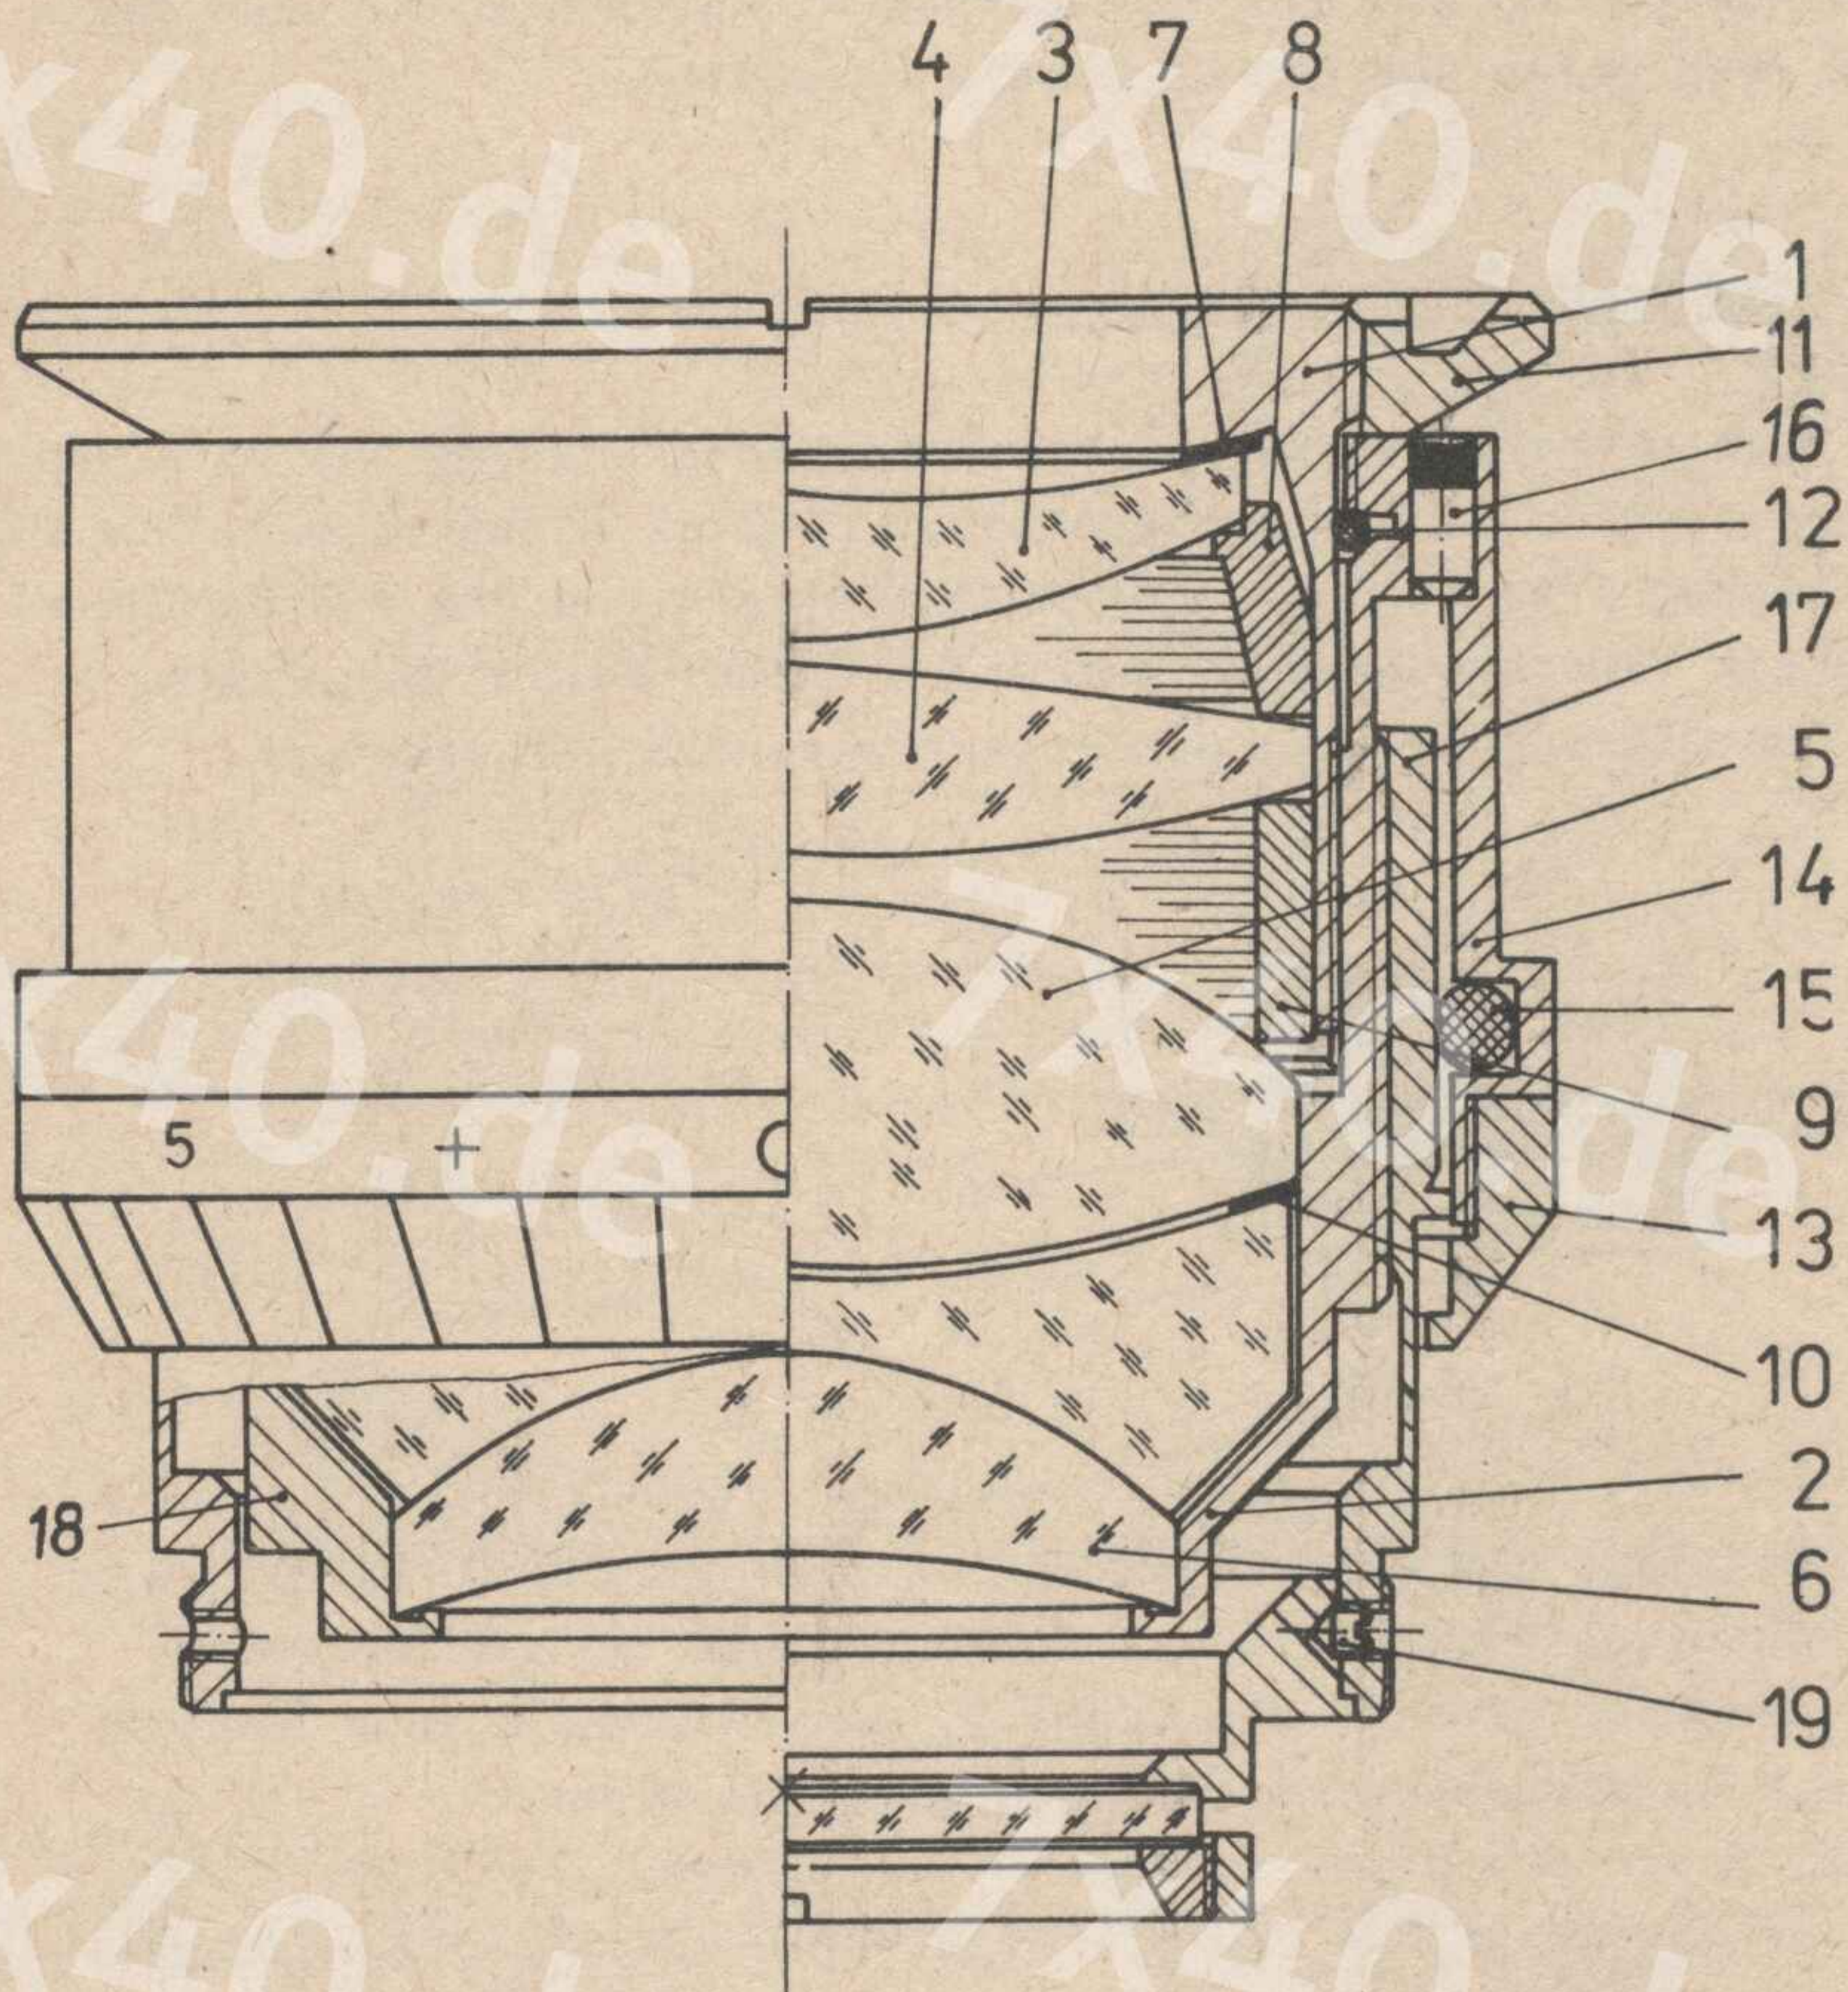
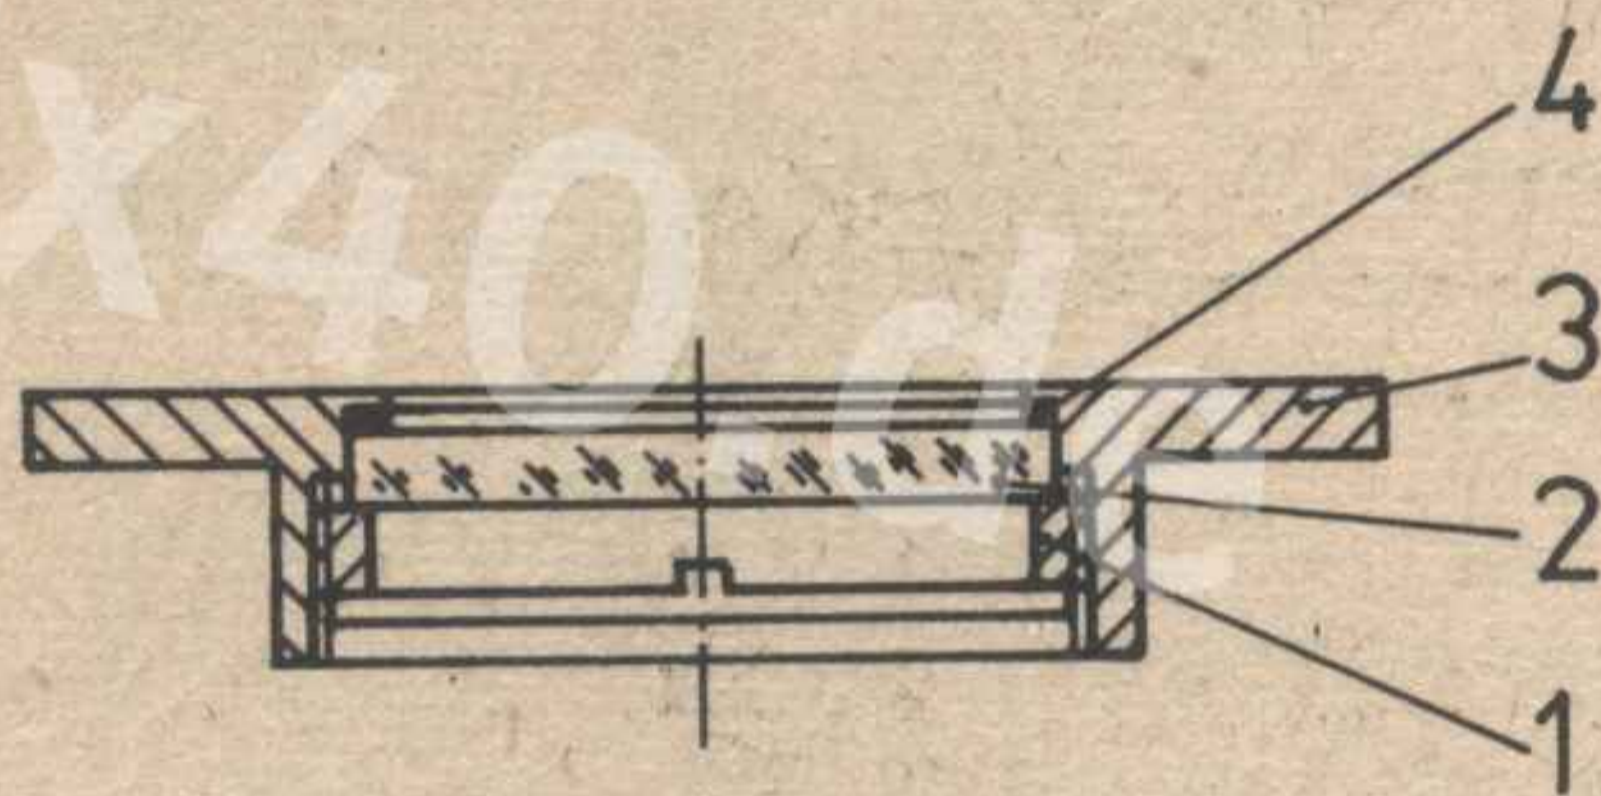
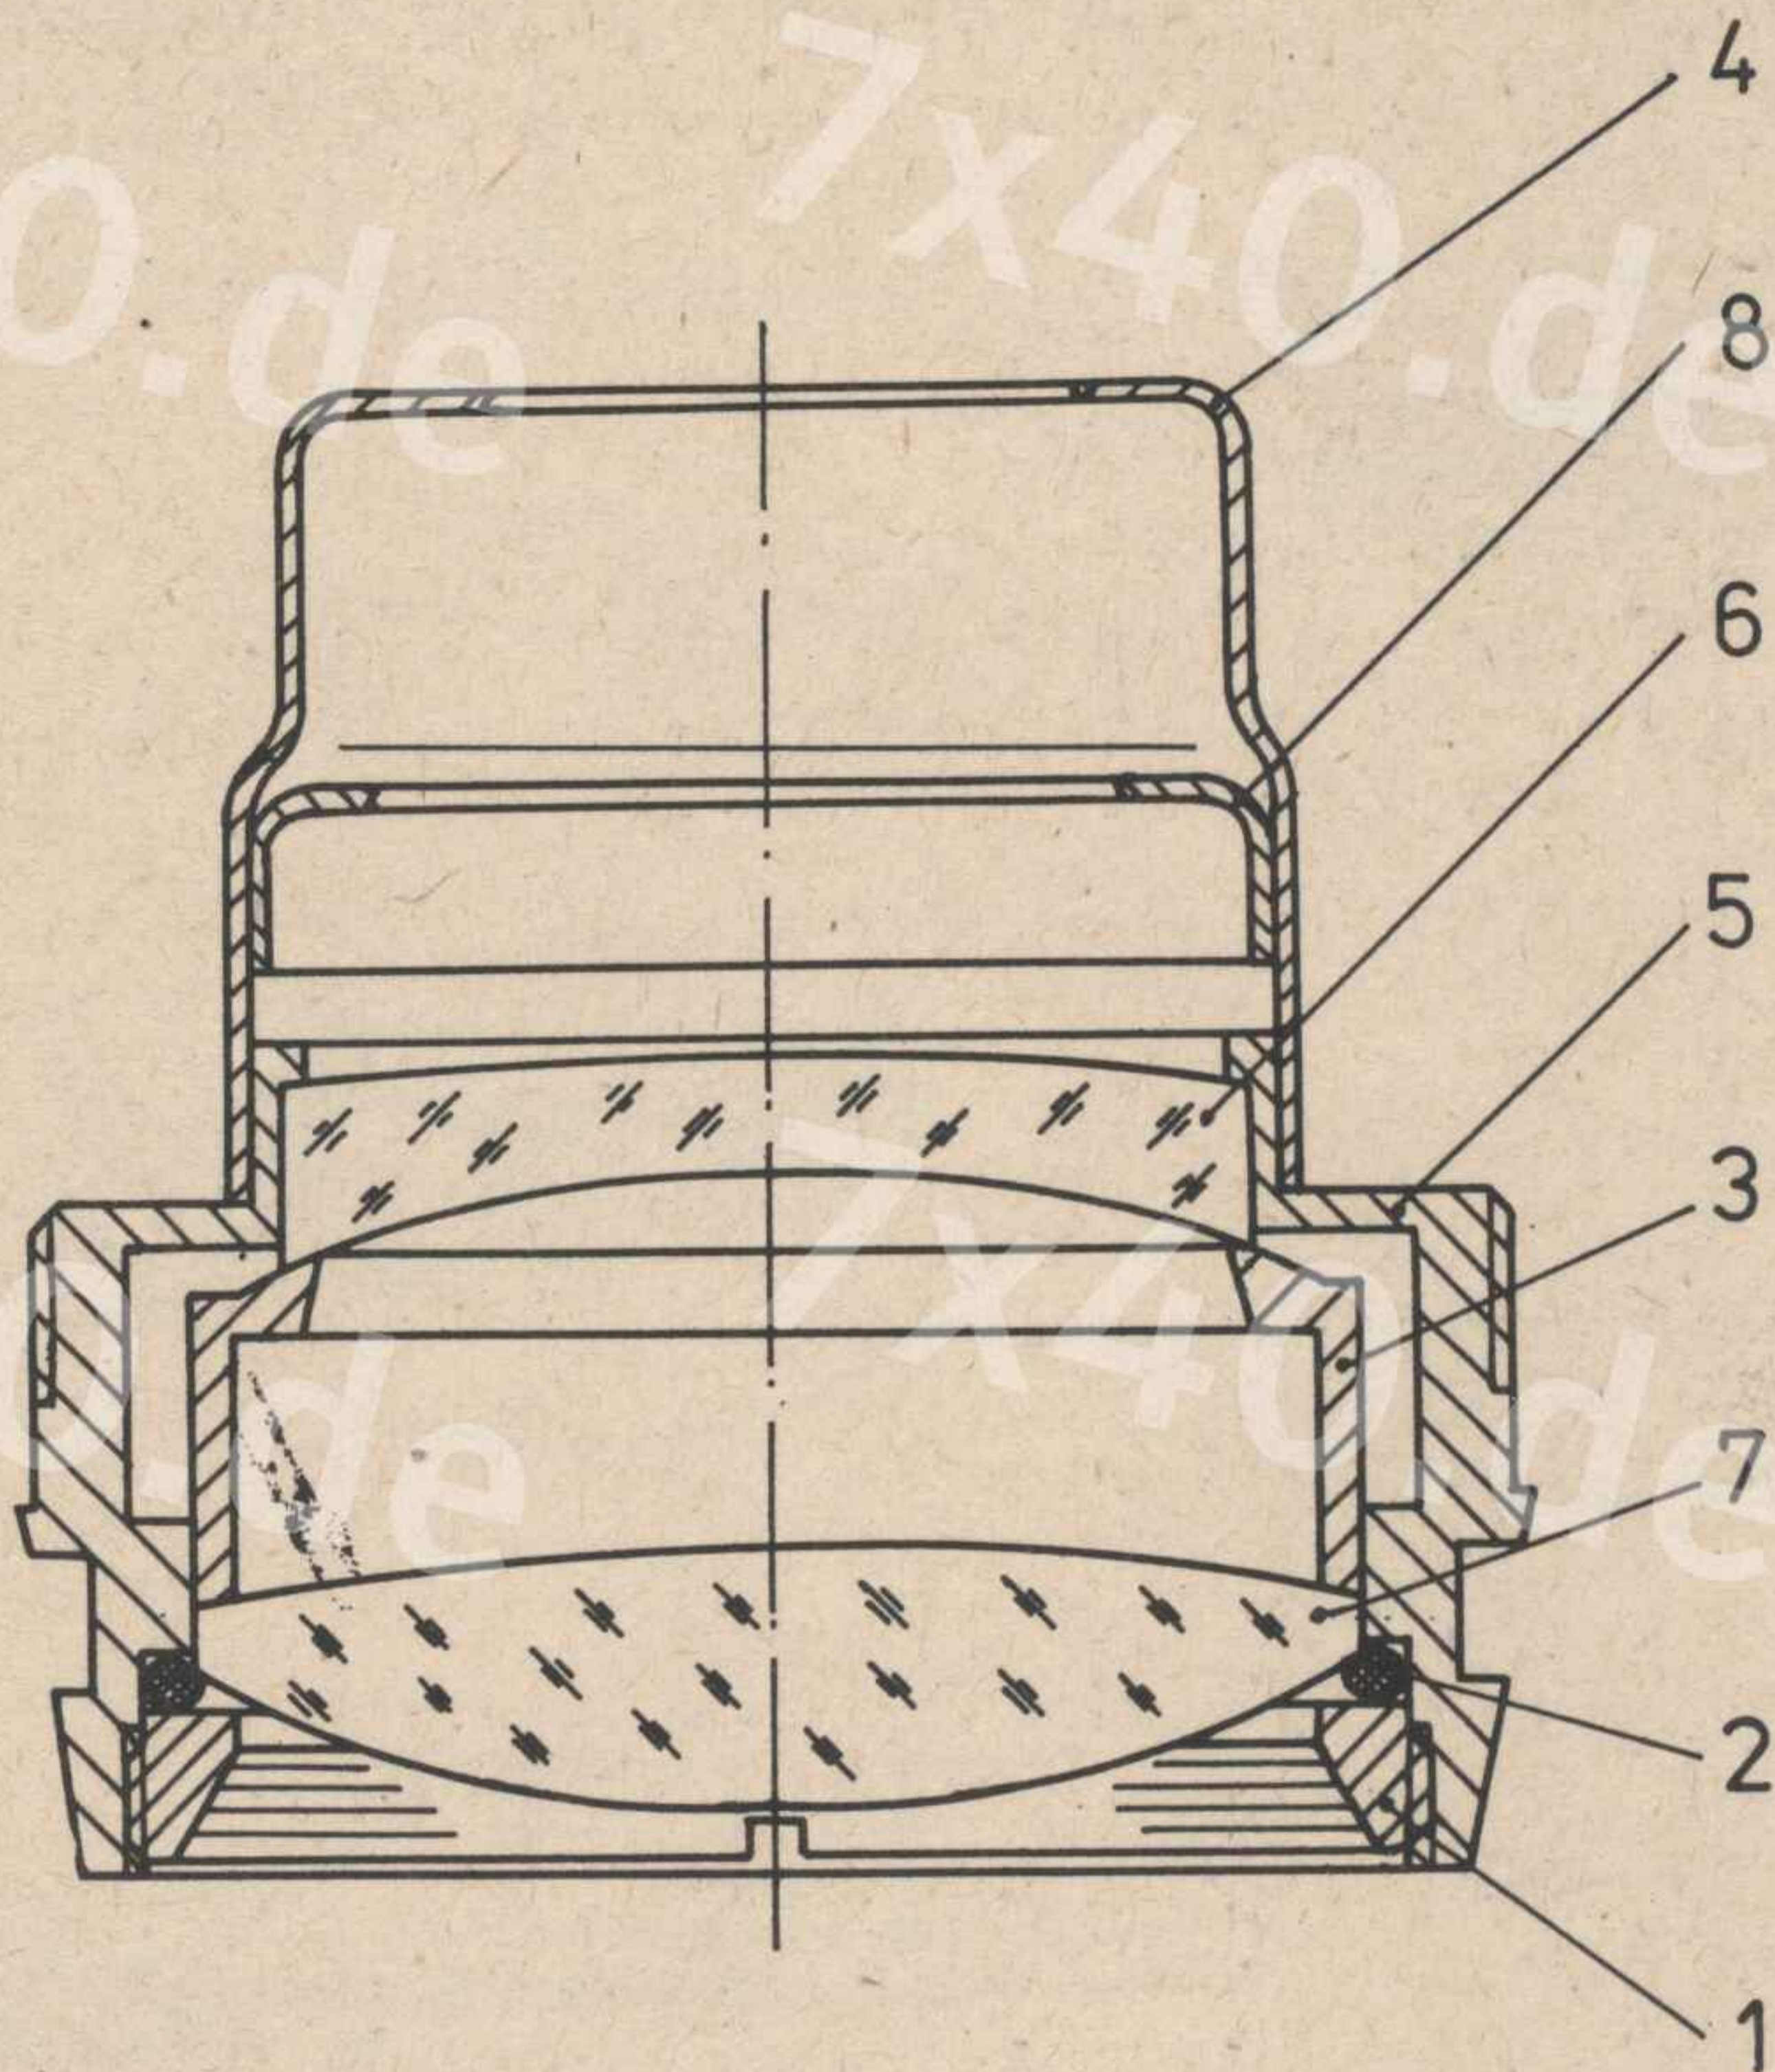
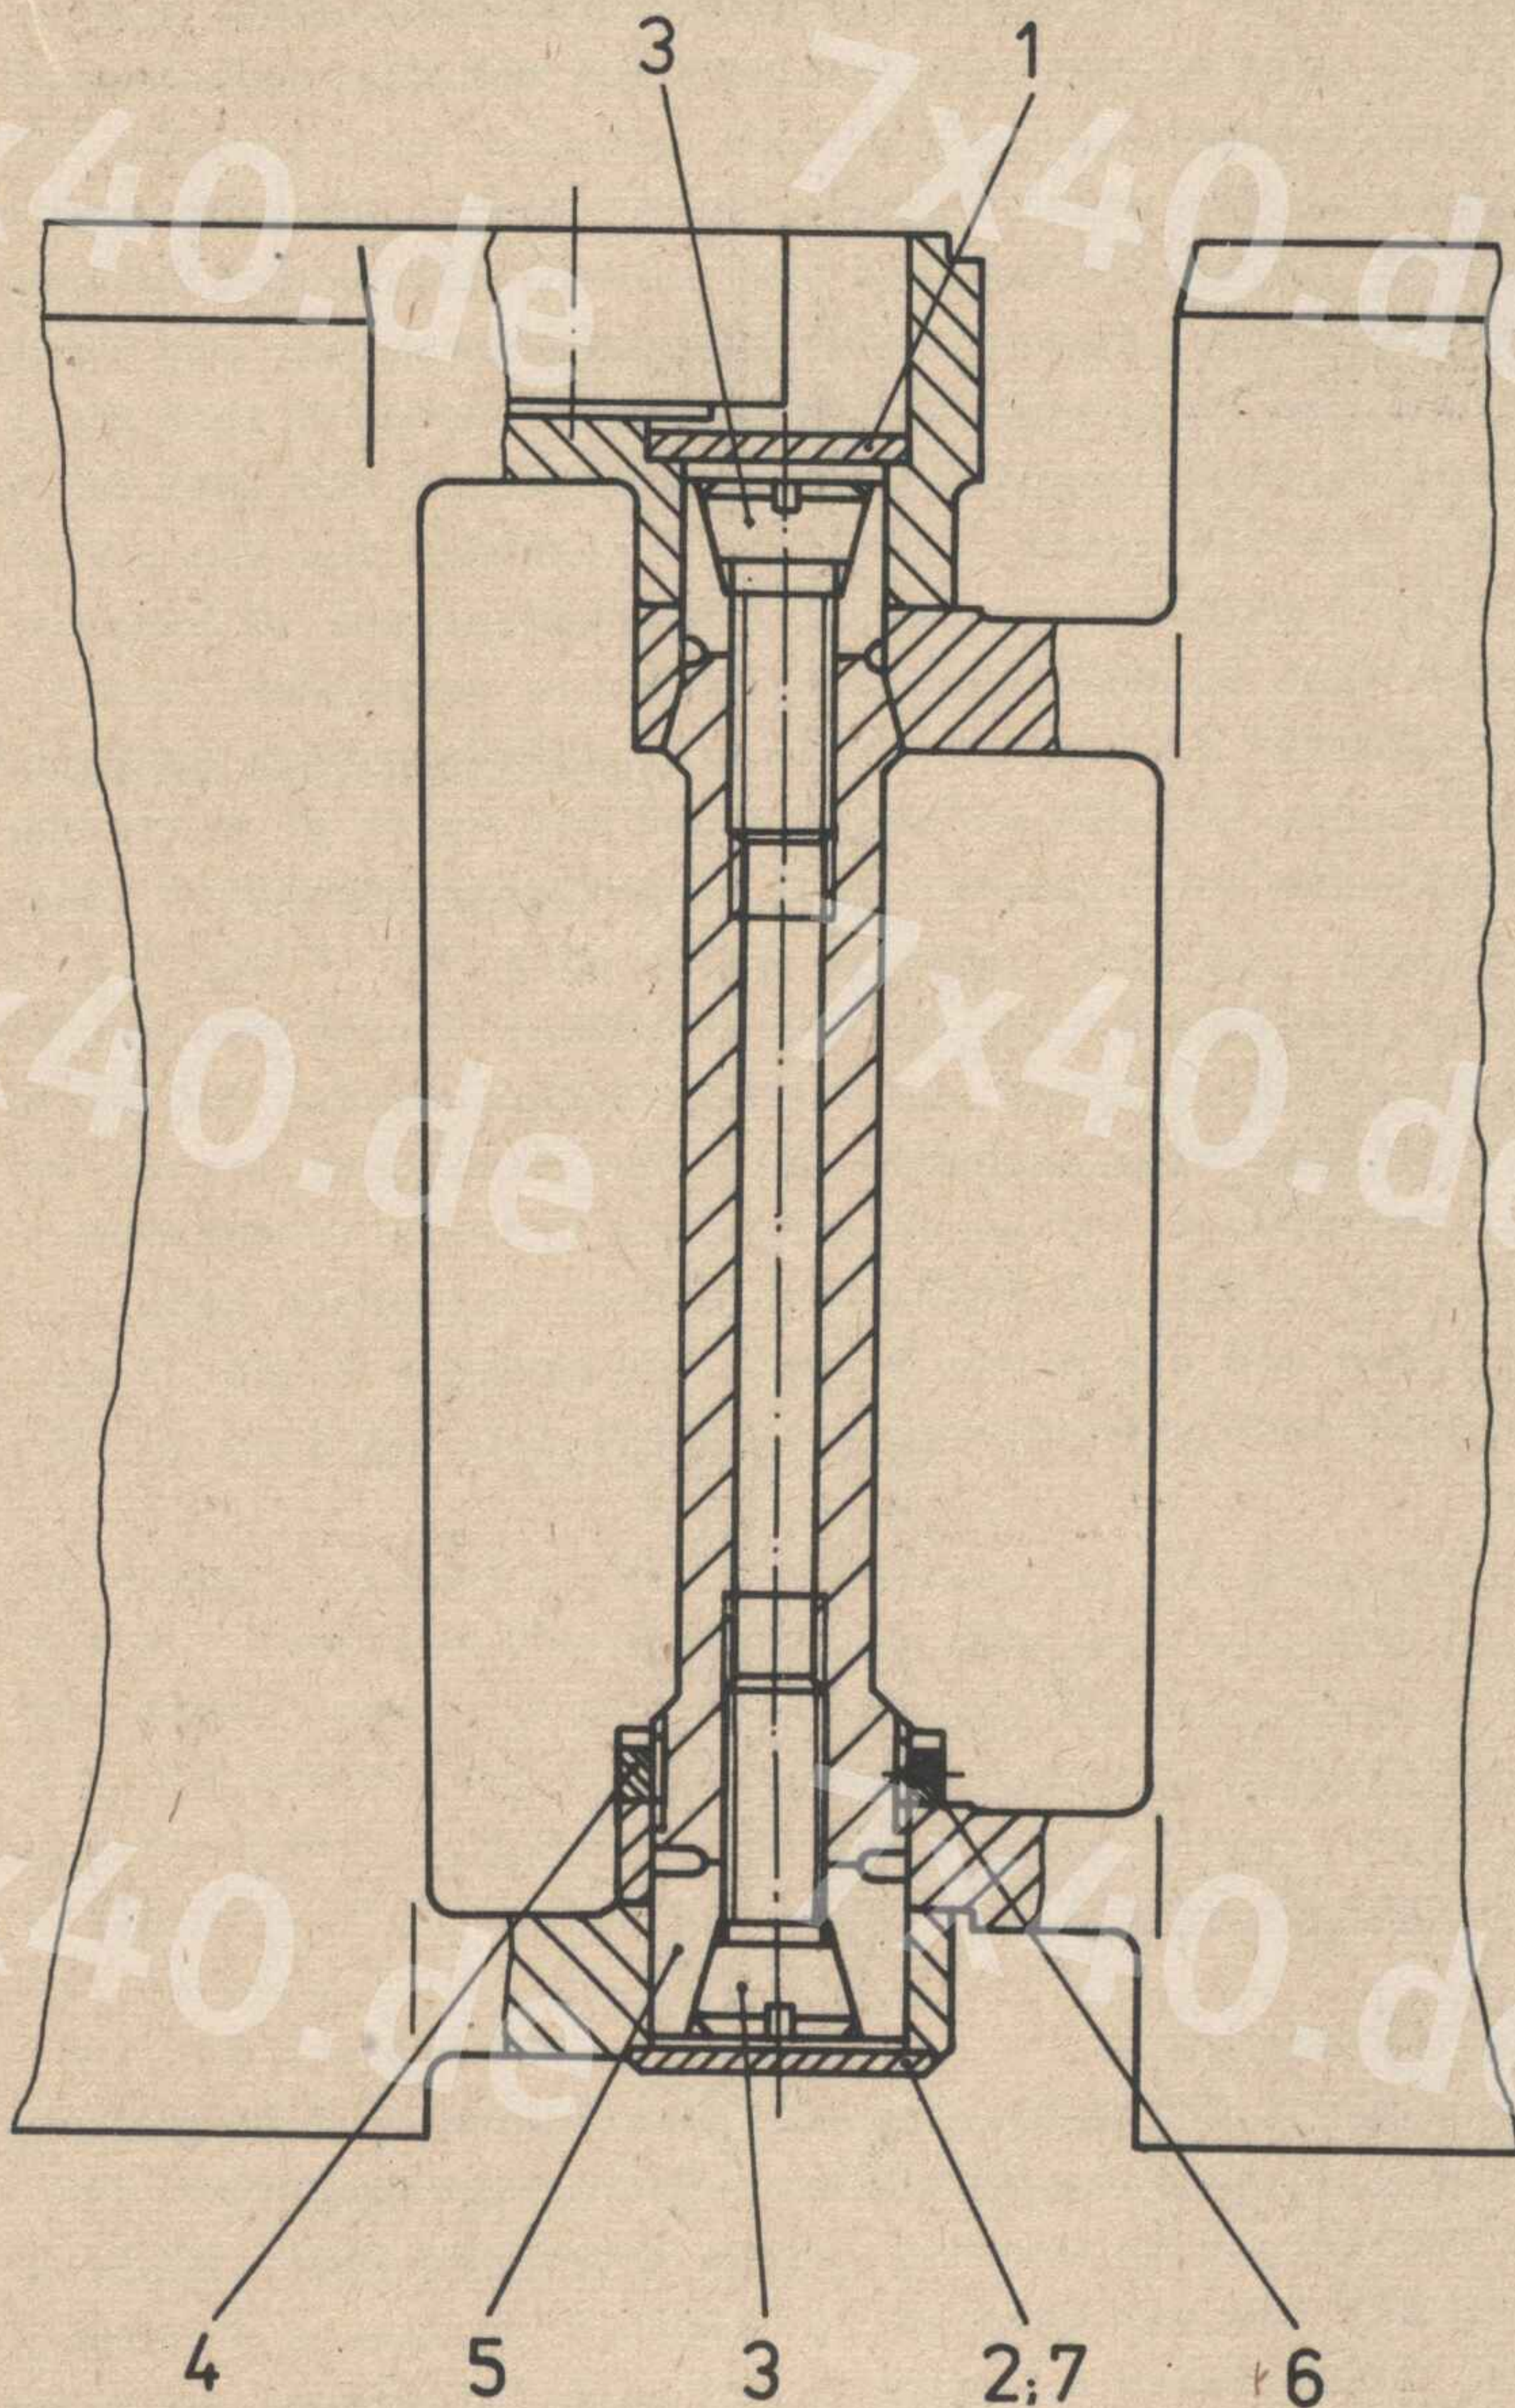

Bild 2 Okular
Bild 3 Filter
Bild 4 Objektiv
Bild 7 Gelenk
Die EDF 7x40 und EDF 7x40 oB sind jeweils auf der Scheibe 2 (Bild 7) oder 7 mit der Fabrikationsnummer und dem Baujahr gekennzeichnet, wobei das Baujahr durch einen Buchstaben angegeben ist: A - 1981, B - 1982, C - 1983, D - 1984, E - 1985, F - 1986, G - 1987, H - 1988, I - 1989, K - 1990, L - 1991, M - 1992, N - 1993, O - 1994, P - 1995, R - 1996, S - 1997, T - 1998, U - 1999. Diese Kennzeichnung ist gleichzeitig die Grundlage für den periodischen Wechsel der Beleuchtung im EDF 7x40 bei Erreichen der Lebensdauergrenze.
Zum Ausbauen der gefaßten Strichplatte 26 zuerst das rechte Okular 12 ausbauen. Danach die drei Gewindestifte 19 (Bild 2) ungefähr 1 mm herausschrauben und die gefaßte Strichplatte 26 (Bild 1) aus dem Okular 12 herausnehmen.
Zum Auseinanderbauen des Filters die Lagesicherung des Vorschraubringes 1 (Bild 3) mit Lösungsmittel Finital einstreichen. Die Filterfassung 3 in die Aufnahme W536 einlegen und mit dem Schlüssel W543 den Vorschraubring 1 herausschrauben. Danach das Filter 2 und den Dichtring 4 aus der Filterfassung 3 herausnehmen.
Zur Demontage des Objektivs den Vorschraubring 1 (Bild 4) mit dem Schlüssel W518 herausschrauben und mit der Füllaufnahme W516 den Dichtring 2, die Linse 7, den Zwischenring 3 und die Linse 6 herausnehmen. Wenn notwendig, das Blendrohr 4 mit der Blende 8 von der Objektivfassung 5 abziehen.
Vor der Demontage des Okulare alle zu lösenden, lagegesicherten Teile an den Fügstellen mit Lösungsmittel Finital einstreichen. Nach einer Einwirkzeit von 10 min den Ring 11 (Bild 2) mit dem Schlüssel W508 abschrauben. Den Dioptrienring 13 mit der Zylinderzange W510 und dem Schlüssel W538 vom Grifferring 14 lösen und abschrauben. Den Grifferring 14 nach oben abziehen und den Rundring 12 abnehmen. Danach das Okular aus dem Tubus 17 herausschrauben. Nach dem Anlösen mit Lösungsmittel Finital die Fassung 1 mit dem Schlüssel W506 aus der Fassung 18 oder der Fassung 2 lösen und herausschrauben. Dabei das Okular in waagerechter Lage halten, um ein Herausfallen der Linsen zu vermeiden. Das Füllrohr W504 von oben in die Fassung 18 oder in die Fassung 2 einsetzen, umdrehen und so bewegen, daß die Linsen 5 und 6 sowie
Zur Demontage des Gelenks das Filter abnehmen. Danach den Deckel 1 (Bild 7) mit einer Bohrung von 2 mm versehen und den Deckel mit Hilfe eines Stahlstiftes ausheben. Die zwei Gewindestifte 6 aus der Vorschraubmutter 4 herausschrauben und die Vorschraubmutter 4 mit dem Schlüssel W527 abschrauben. Die obere Kegelschraube 3 lösen und die Achse 5 sowie die Scheibe 2 oder 7 mit dem Bolzen W537 nach unten herausschlagen.
a) Kegelschrauben 3 (Bild 7), die zur Einstellung der Gängigkeit des Gelenkes vorhanden sind, haben sich gelockert.
Achse 5 (Bild 7) hat sich durch Verschmutzung oder Beschädigung festgefressen oder Gelenkarme sind durch Beschädigung verspannt. - Gelenk demontieren, alle Teile säubern und beschädigte Teile auswechseln. Vor dem Zusammenbau die Achse 5 mit Schmierfett OKB 122-7 fetten.
Dichtringe 2 (Bild 4), 7 (Bild 2), 12 und 15 im Objektiv und Okular abgenutzt, Fett an den Fügestellen, Okular- und Objektivbefestigung im Gehäuse ausgelaufen, Dichtheit der geklebten Deckel 17 (Bild 1) und 1 (Bild 7) nicht mehr gegeben, Dichtheit des Filters 23 (Bild 1) mit Dichtung 37 zum Gehäuse, links, 15 oder des Filters 2 (Bild 3) mit Dichtung 4 zur Filterfassung nicht mehr gegeben, Dichtheit an der Beleuchtungsregulierung mit Dichtung 33 (Bild 1) nicht mehr gegeben, Dichtheit an der Öffnung für den Abdrückstutzen zwischen Schraube 36 und Dichtung 37 zum Gehäuse, rechts, 14 oder Gehäuse, links, 15 nicht mehr gegeben. - Kaltkitt 304 an der Schraube 36 entfernen. Schraube 36 und Dichtung 37 entfernen. Abdrückstutzen einschrauben, Druckmanometer PG 7 anschließen und inneren Überdruck von 50,7 kPa erzeugen. Durch Einstreichen der möglichen Fehlerstellen mit einer Seifenwasserlösung die undichte Stelle ermitteln. Die fehlerhafte Baugruppe oder Fehlerstelle demontieren. Nach Auswechseln der fehlerhaften Teile sowie Beseitigen der Feuchtigkeit im Innenraum die Montage vornehmen.
Die Linse 6 (Bild 4) in die Fischaufnahme W514 und die Linse 7 in die Fischaufnahme W515 aufnehmen und auf der Roulette W909 mit einem Gemisch aus 76 % Diäthyläther AB DDR und 24 % Brennspritus säubern. Die Linse 6 mit der Füllaufnahme W516 in die Fassung 5 einsetzen und den leicht mit Schmierfett OKB 122-7 gefetteten Rundring 2 einlegen. Den Vorschraubring 1 mit dem Schlüssel W518 in die Fassung 5 einschrauben, fest anziehen und am Gewindeende mit Sicherungslack CZ 2001 lagesichern. Die innere Sauberkeit kontrollieren und bei Notwendigkeit herstellen. Zum Überprüfen der Dichtigkeit den Abdruckstutzen aufschrauben, das Druckmanometer PG 7 anschließen und einen inneren Überdruck von 50,7 kPa erzeugen; Druckabfall ist nicht zulässig.
Die an den Gleitflächen mit Schmierfett OKB 122-7 versehene Achse objektivseitig durch die übereinander geführten und gefetteten Gelenkaugen der Gehäuseteile einführen. Die Vorschraubmutter 4 (Bild 7) aufstecken und danach in die okularseitigen Gelenkaugen einführen. Das Gewinde an der Achse 5 zum Gelenkarm mit Sicherungslack CZ 2001 versehen und die Vorschraubmutter mit dem Schlüssel W527 festschrauben. Beim Festschrauben die Gelenkarme nur so vorspannen, daß keine axiale Lose der Fernrohrhälften vorhanden ist. Zwei Gewindestifte 6 zur Sicherung der Vorschraubmutter einschrauben. Zwei Kegelschrauben 3 einsetzen und durch wechselseitiges Anziehen die Gängigkeit des Gelenkes einstellen. Den Deckel 1 mit Sicherungslack CZ 4-002 und die zum EDF gehörende Scheibe 2 oder 7 mit Chemisol (L 1504), bei einem Augenabstand von 65 mm in waagerechter Lage, einkleben.